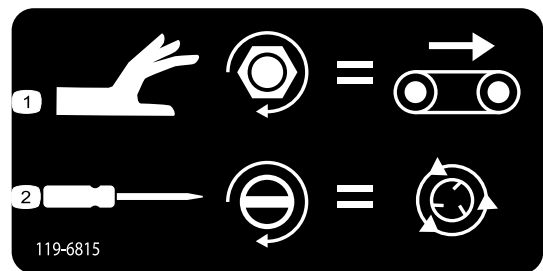

Bild 46
- Drehen Sie das Handrad nach rechts, um die Flurförderer-Geschwindigkeit einzustellen (Bild 46). Verwenden Sie die maximale Flurförderergeschwindigkeit des farbcodierten Betriebssystems, wenn Sie keinen Hydraulikfluss haben. Diese Einstellung ist hilfreich, wenn der Füllkasten mit Sand gefüllt ist.
- Sie können die Tellersteuer-Geschwindigkeit (Bild 46) erhöhen, wenn Sie mit einem flachen Schraubenzieher nach rechts drehen, oder Sie können sie verringern, wenn Sie nach links drehen.